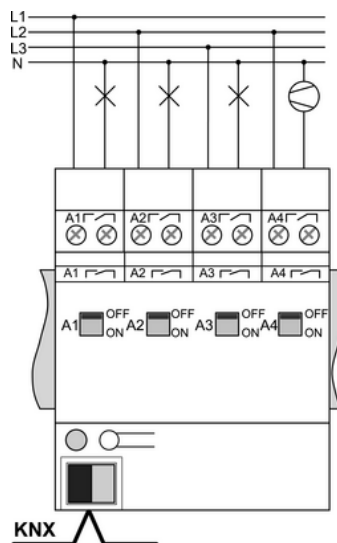

Bild 2
- Gerät gemäß Anschlussbeispiel anschließen (Bild 2).